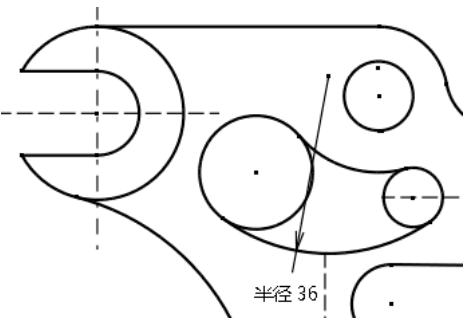

图5-59 绘制3点圆弧
- 12 再利用【三点弧】命令，绘制与两个圆相切且半径为36的圆弧，如图5-59所示。